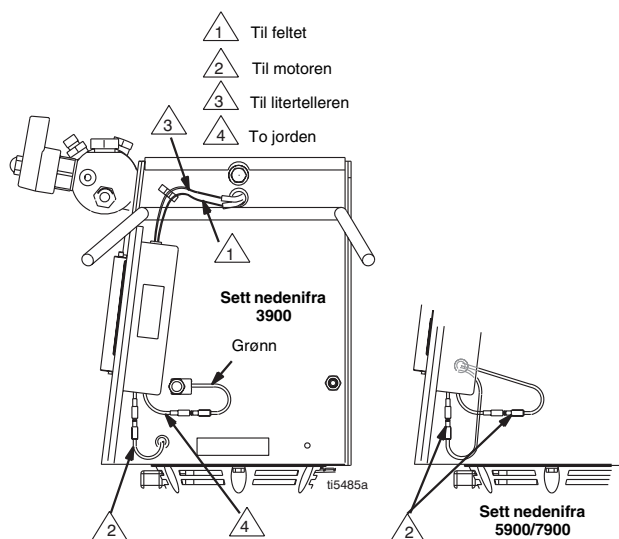

FIG. 12
2. FIG. 12. Kople fra alle nødvendig ledninger.
3. FIG. 12. Kople til alle nødvendige ledninger.